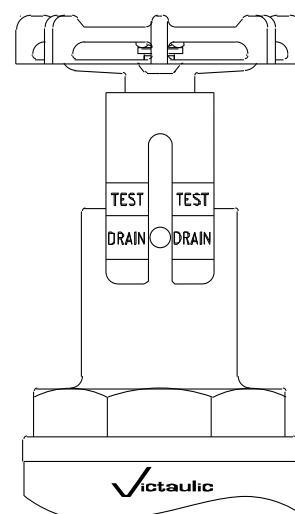

Figura 3
2. Deschideți robinetul în poziția de „scurgere” rotind mânerul în sens invers acelor de ceasornic până când indicatorul galben se află în zona roșie de „scurgere”, astfel cum este prezentat în Figura 3.